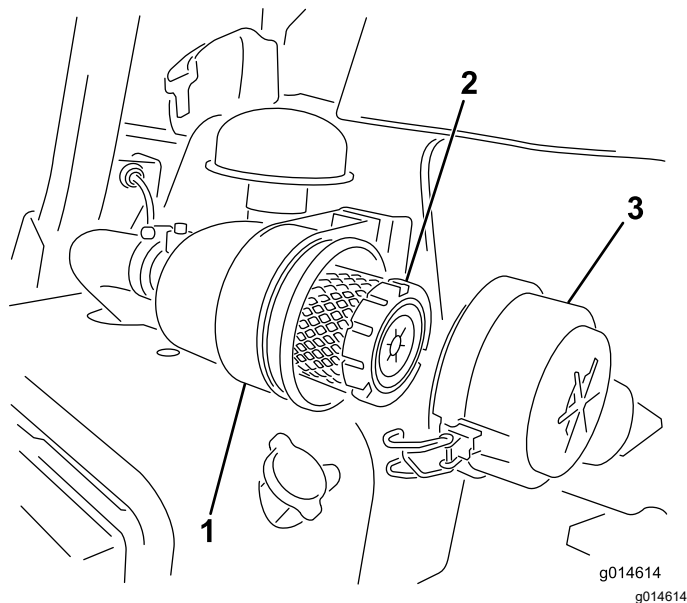

Figura 28
1. Abra los enganches que fijan la tapa del limpiador de aire a la carcasa del limpiador de aire (Figura 28).
7. Cierre los enganches (Figura 28).